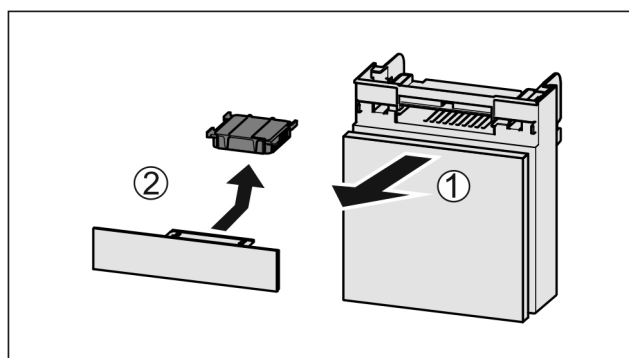

Fig. 42
- ▶ Estrarre il vano tirando in avanti Fig. 42 (1).
► Rimuovere il filtro a carboni attivi Fig. 42 (2).